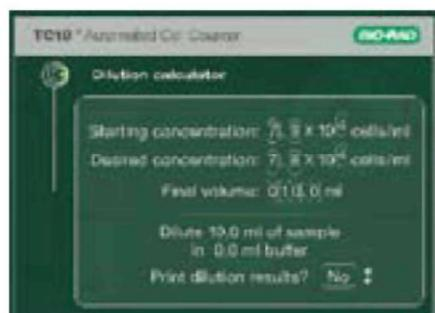

Рис. 15. Калькулятор разведения
3. Используйте клавиши со стрелками «вверх» или «вниз» для выбора значения, после чего нажмите **Enter** для подтверждения выбора (Рис. 15). Если значение требуемого подсчета форменных элементов превышает значение начального подсчета, на экране появится сообщение «**Invalid dilution**» (Неверное разведение).